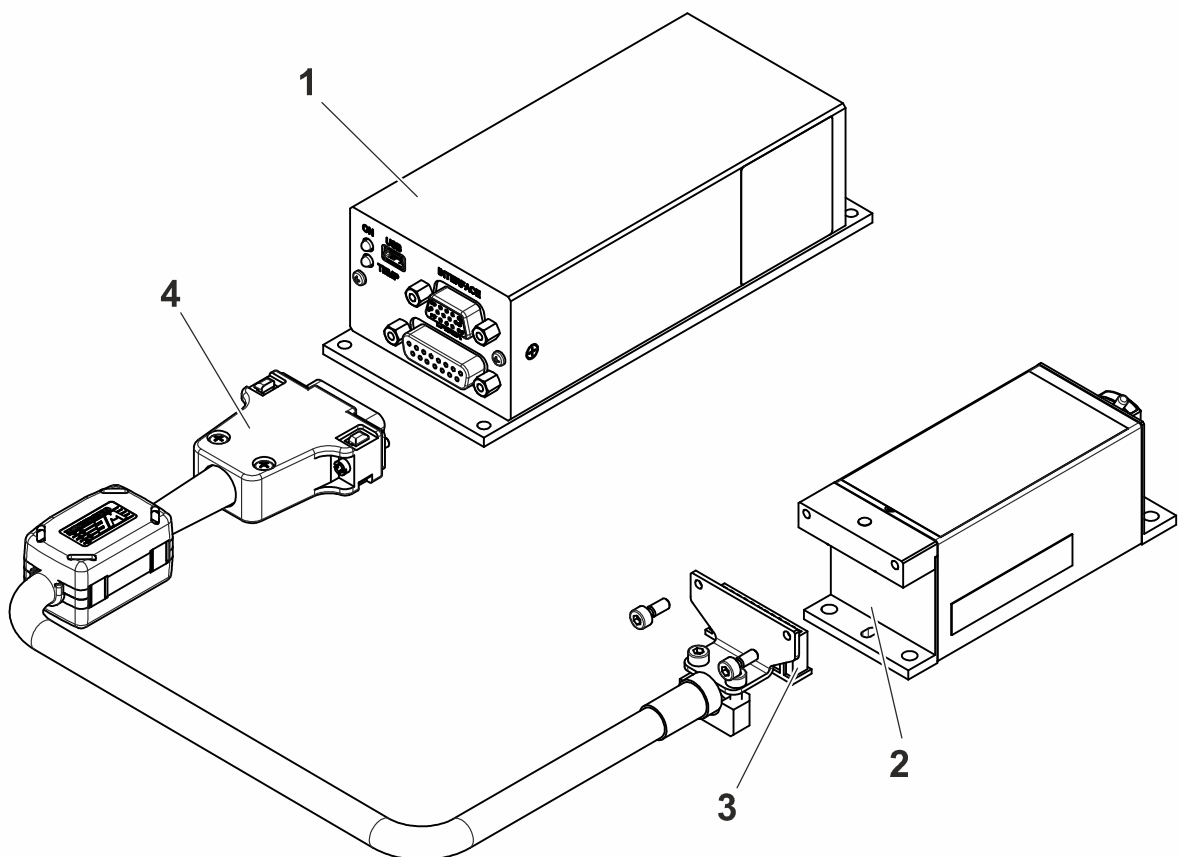

Abb. 12 DPSSL anschließen
- Falls nicht vorinstalliert, schließen Sie das Anschlusskabel mit der 24-poligen Buchsenleiste (Abb. Abb. 12/3) an die Stiftleiste des Lasermoduls (Abb. 12/2) an.
- Verbinden Sie das andere Ende des Anschlusskabel (HD D-Sub-Steckverbinder 15-polig, Abb. 12/4) mit dem Controller (HD D-Sub-Buchse 15-polig, Abb. 12/1).